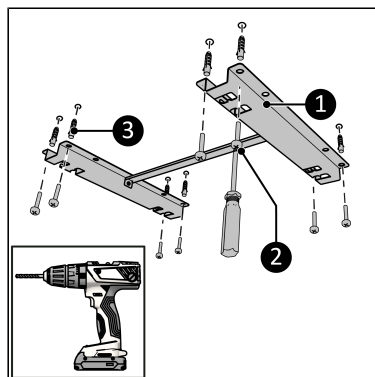

Figure 90.
4. Placez le support contre le plafond et marquez les huit trous (Figure 90).
6. Insérez des chevilles murales (Figure 90, pos. 3).
7. Vissez et serrez le support (Figure 90, pos. 1) au plafond avec huit
(Figure 90, pos. 2).